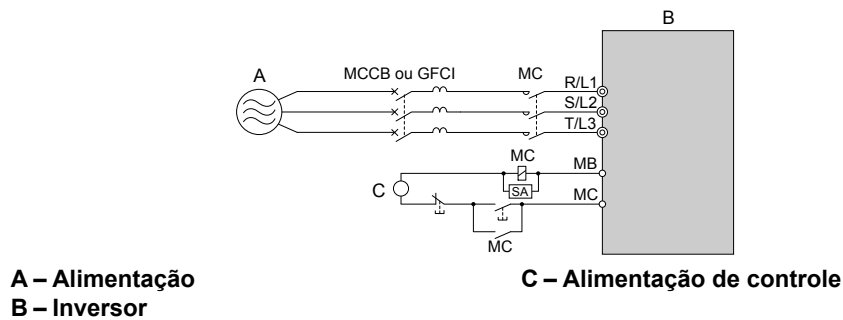

Figura 6.8 Fiação de interrupção da alimentação (exemplo)
- Se diversos inversores estiverem conectados a um MCCB ou GFCI compartilhado com outros equipamentos, use uma sequência que desligue (OFF) a energia quando erros são emitidos usando um contator magnético (MC), conforme mostrado na Figura 6.8.